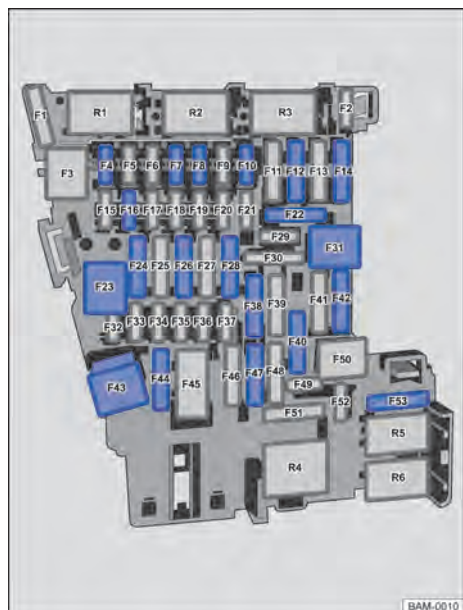

Fig. 241 No painel de instrumentos: disposição dos fusíveis.
a) Observar o local de instalação. Local do fusível montado de fábrica conforme representa a figura → Fig. 241.